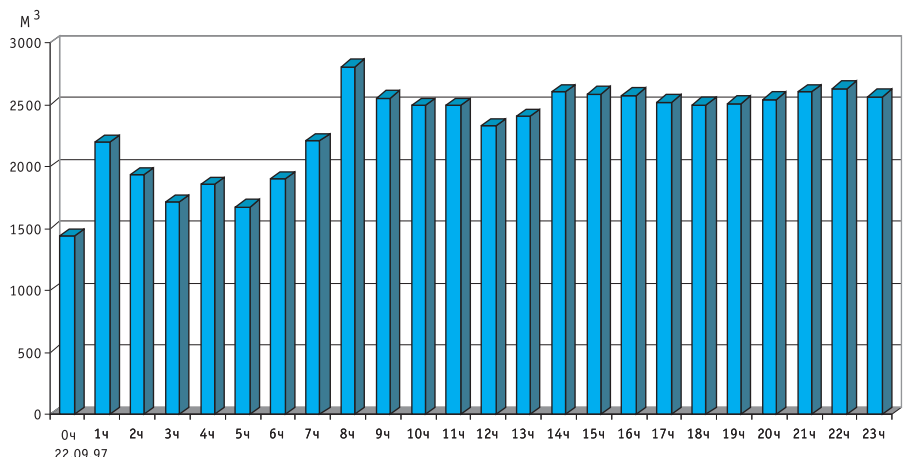

Рис. 8. Суточная расходограмма
- архив для хранения ранее полученных расходограмм, которые в любой момент доступны для анализа (на рис. 8 изображена типичная суточная расходограмма, снятая на Баварской КНС, г. Харьков).